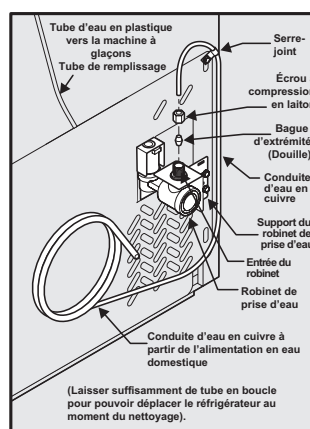

Figure 1
4. **Si vous utilisez des tubes en cuivre** - Glissez l'écrou à compression en cuivre, puis la bague d'extrémité (douille) sur la conduite d'alimentation en eau. Poussez la conduite d'alimentation en eau dans l'entrée du robinet de prise d'eau aussi loin que possible (6,4 mm - 1/4 po). Glissez la bague d'extrémité (douille) dans l'entrée du robinet et serrez l'écrou de compression à la main dans le robinet. Serrez d'un autre demi-tour avec une clé ; NE PAS serrer trop fort. Voir Figure 1.